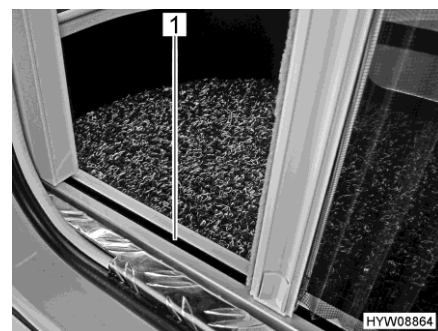

Bild 19 Insektenschutz (untere Führung)
- ▷ Griffleiste beim Schließen und Öffnen mit beiden Händen greifen. So verringert sich das Risiko, dass der Insektenschutz in den Führungen (Bild 19,1) verkantet.